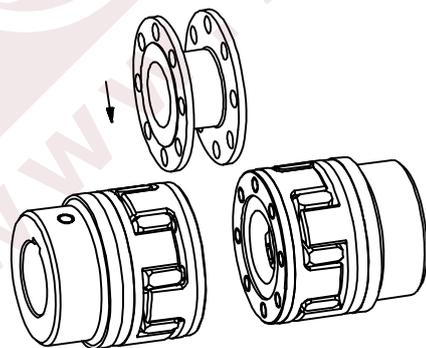

Рис. 11: Монтаж ZS-DKM-вставки
- Установите ZS-DKM-вставку между поводковыми фланцами (см. рис. 11).